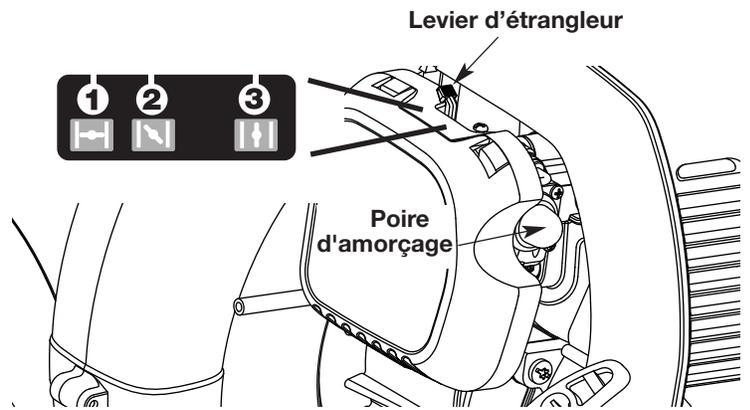
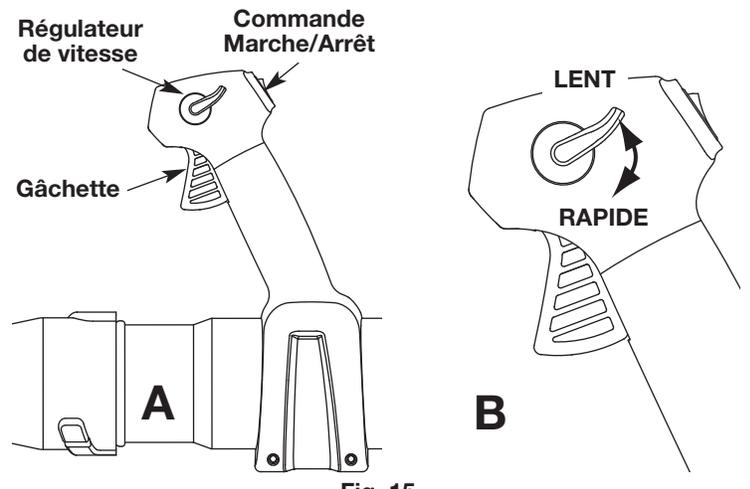
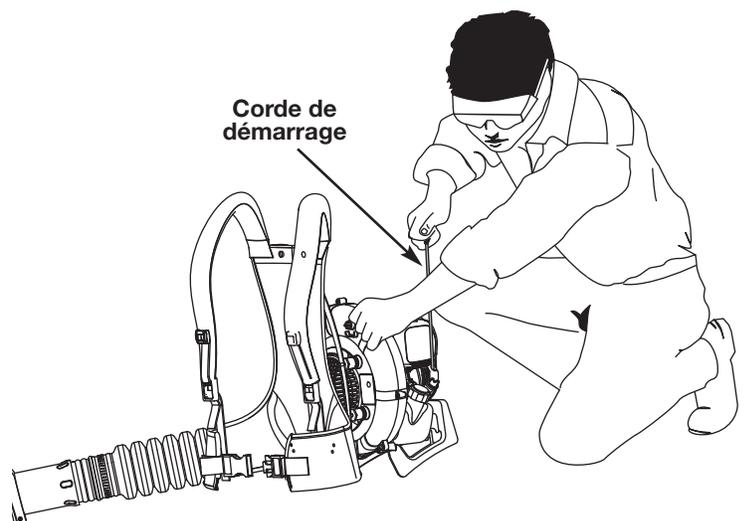

Fig. 14
Fig. 15
Fig. 16
AVERTISSEMENT : éviter le démarrage accidentel. Se tenir en position de démarrage pour lancer le moteur (Fig. 16). Lors du démarrage, l'opérateur et l'outil doivent être en position d'équilibre afin d'éviter le risque de blessures graves. Afin d'éviter de graves blessures et éviter d'endommager l'appareil, s'assurer que les tubes de soufflage sont bien en place avant d'utiliser l'appareil.
3. Lentement, appuyez **10** fois de suite sur la poire d'amorce. Une certaine quantité de carburant devrait être visible dans la poire d'amorce (Fig. 14). Si l'essence n'est pas visible dans la poire d'amorce, poussez et relâchez la poire jusqu'à ce que l'essence soit visible.
4. Mettez le levier d'étranglement en **Position 1** (Fig. 14).
REMARQUE : L'appareil devrait être démarré au ralenti. Ne pas presser sur la gâchette jusqu'à l'étape 8 (Fig. 15, A).
5. **Ne pas presser sur la gâchette.** Placez-vous en position de démarrage (Fig. 16). Tirez sur la corde du démarreur **5** fois dans un mouvement contrôlé.
6. Mettez le levier d'étranglement en **Position 2** (Fig. 14)
8. Pincez et maintenez la gâchette, ou appuyez sur la touche control de croisière (Fig. 15, A), et laissez le moteur se réchauffer pendant 30 à 60 secondes.
9. **Continuer à appuyer sur la gâchette.** Déplacez le levier d'étranglement en **Position 3** (Fig. 14) et laissez le moteur se réchauffer encore pendant 60 secondes. Pendant ce temps l'appareil peut être utilisé.
2. Appuyez sur la commande Marche/Arrêt et maintenez-la en position ARRÊT (O) jusqu'à ce que le moteur s'arrête complètement (Fig. 15, A).
1. Dès que le moteur a démarré et qu'il est chaud, actionnez la gâchette pour accélérer l'appareil (Fig. 15, A).
2. Pour des périodes d'utilisation plus longues et pour éviter la fatigue des doigts, poussez le régulateur de vitesse vers la position RAPIDE pour agmenter systématiquement ou maintenir la vitesse du moteur de l'appareil (Fig. 15, B). Lorsque le régulateur de vitesse est poussé, la gâchette s'enfoncera dans la poignée.
3. Pour diminuer la vitesse du moteur, déplacez le régulateur de vitesse vers la position LENT et la gâchette retournera le moteur au ralenti (Fig. 15, B).
3. Lentement, appuyez **10 fois** de suite sur la poire d'amorce. Une certaine quantité de carburant devrait être visible dans la poire d'amorce (Fig. 14). Si l'essence n'est pas visible dans la poire d'amorce, poussez et relâchez la poire jusqu'à ce que l'essence soit visible.
REMARQUE : L'appareil devrait être démarré au ralenti. Ne pas presser sur la gâchette jusqu'à l'étape 10 (Fig. 15, A).
5. Placez-vous en position de démarrage (Fig. 16). Insérez le démarreur électrique ou Power Start Bit™ à l'arrière de l'appareil (Fig. 32). Consultez la section « Utiliser le démarreur électrique » du manuel de l'utilisateur du démarreur électrique Electric Starter ou de l'embout de démarreur électrique Power Start Bit™.
6. **Ne pas presser sur la gâchette.** Maintenez enfoncé pendant deux secondes le bouton de démarrage électrique ou de mise en MARCHE de la perceuse (I).
7. Mettez le levier d'étranglement en **Position 2** (Fig. 14)
8. **Ne pas presser sur la gâchette.** Maintenez enfoncé pendant deux secondes le bouton de démarrage électrique ou de mise en MARCHE de la perceuse (I) jusqu'à ce que le moteur démarre.
10. Pincez et maintenez la gâchette, ou appuyez sur la touche control de croisière (Fig. 15, A), et laissez le moteur se réchauffer pendant 30 à 60 secondes.
11. **Continuer à appuyer sur la gâchette.** Déplacez le levier d'étranglement en **Position 3** (Fig. 14) et laissez le moteur se réchauffer encore pendant 60 secondes. Pendant ce temps l'appareil peut être utilisé.
2. Pour des périodes d'utilisation plus longues et pour éviter la fatigue des doigts, poussez le régulateur de vitesse vers la position RAPIDE pour augmenter systématiquement ou maintenir la vitesse du moteur de l'appareil (Fig. 15, B). Lorsque le régulateur de vitesse est poussé, la gâchette s'enfoncera dans la poignée.
- Utilisez le régulateur de vitesse (Fig. 15) pour maintenir cette dernière enfoncée pour en faciliter l'opération continue.